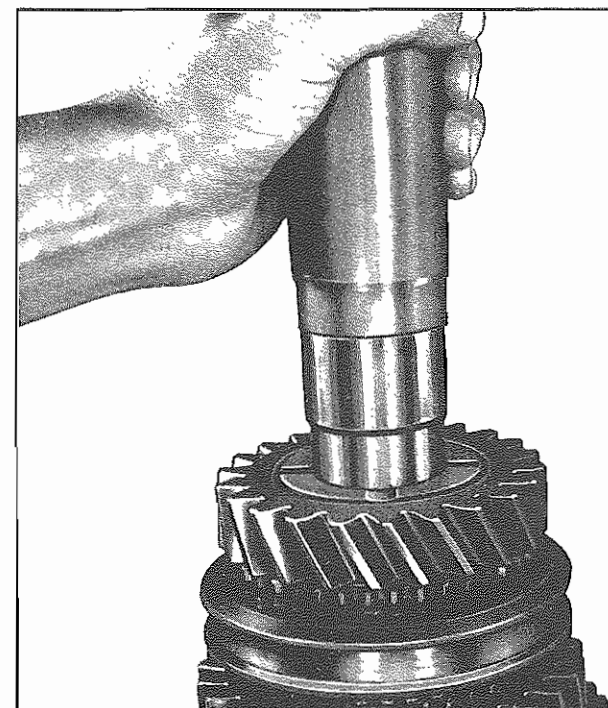

Fig. 34 - Anello interno
- Mettere la ralla (412) nell'ingranaggio della 3a marcia. Con la bussola di forzamento n. 9 premere l'anello interno (411) fino all'appoggio sulla ralla (Fig. 34).
- Place thrust washer (412) on 3rd gear wheel. Place inner race (411) with installation bushing 9. up to stop against thrust washer (Fig. 34).